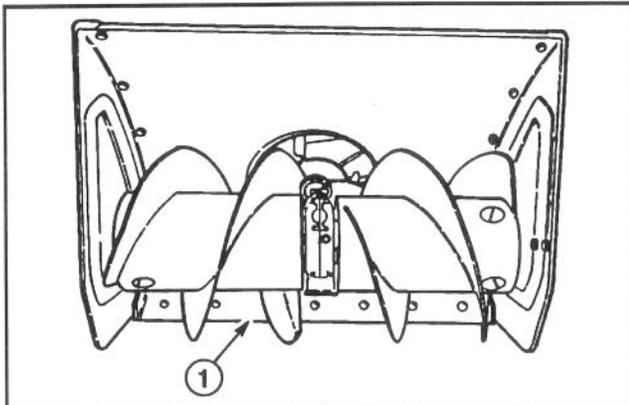

Abbildung 7
2. Schneefräse auf einer flachen Oberfläche hinstellen und prüfen, ob die Schürfleiste (Abb. 7) parallel zum Boden ist. Wenn nicht, Schürfleiste einstellen. Siehe dazu Einstellung der Schürfleiste auf Seite 15.